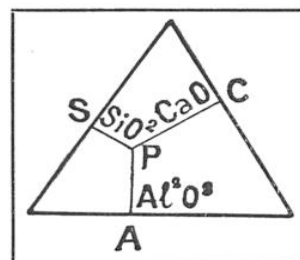

FIG. 2. — REPRÉSENTATION DES TROIS PRINCIPAUX CORPS : CHAUX, ALUMINE ET SILICE, ENTRANT DANS LA COMPOSITION D'UN CIMENT
Un deuxième palier, dans l'explication des phénomènes, a été atteint par Shepherd et Rankin dans une patiente étude qui n'a pas comporté moins de sept mille analyses chimiques et examens micrographiques. Ces savants considèrent non plus deux éléments seulement, comme M. Le Châtelier, mais les trois principaux corps qui entrent dans la constitution des ciments, à savoir la chaux, l'alumine et la silice ; pour représenter les résultats obtenus, ils ont recours au mode de représentation expliqué par la figure 2 : à l'intérieur d'un triangle équilatéral, on abaisse d'un point P des perpendiculaires PA , PS , PC , dont les longueurs (1) sont proportionnelles aux pourcentages en alu-